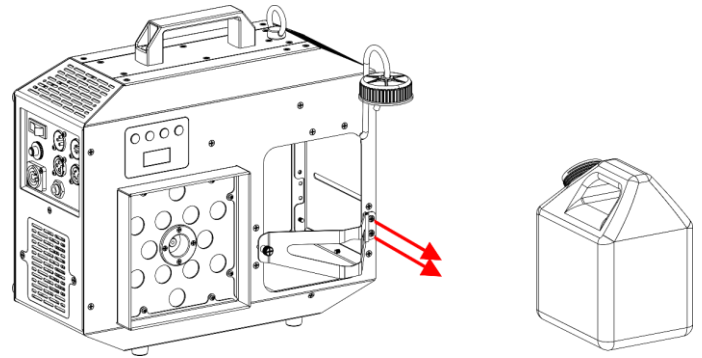

Fig. 11
- 06) Desatornille los 2 tornillos del soporte, como se muestra en la Fig. 11.